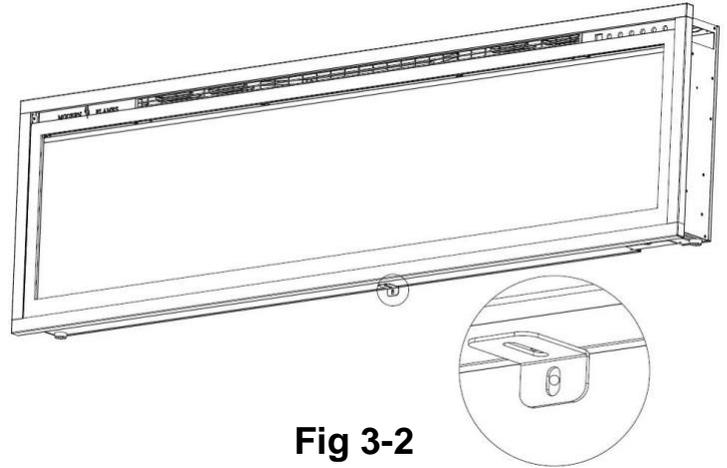

Fig 3-2
B. À l'aide de la vis retirée précédemment, fixez le support en L (O) (fourni) au bas de la boîte du foyer. (Fig 3-2)